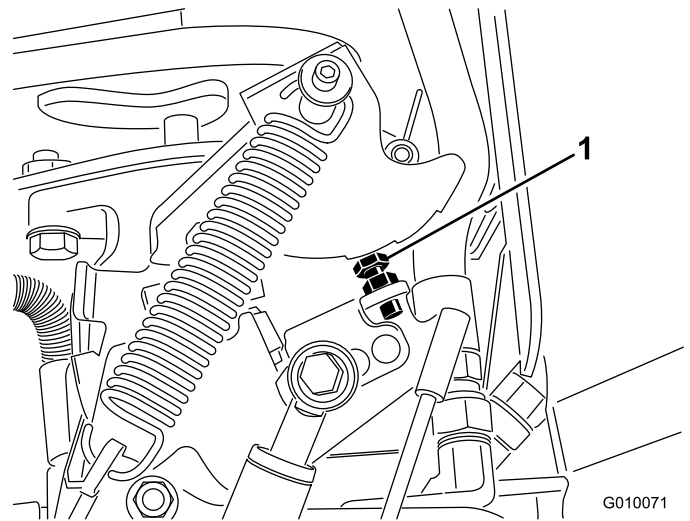

Figura 66
5. Si es necesario realizar un ajuste, gire el perno de tope de la bomba (Figura 66) acercándolo a la placa de tope para reducir el espaciado de las perforaciones, o gire el perno de tope alejándolo de la placa de tope para aumentar el espaciado de las perforaciones.